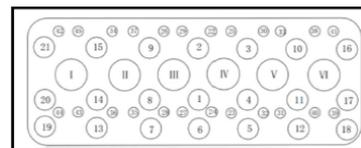

Рис. 5.61 Последовательность затяжки
- 1) Установка и затяжка вспомогательных шпилек M14 крепления головки цилиндров (последовательность затяжки 1...21 приведена на рис. 5.61); установка и затяжка основных болтов M16 крепления головки (последовательность 22...46). Основные болты крепления и вспомогательные шпильки допускается использовать 3 раза.